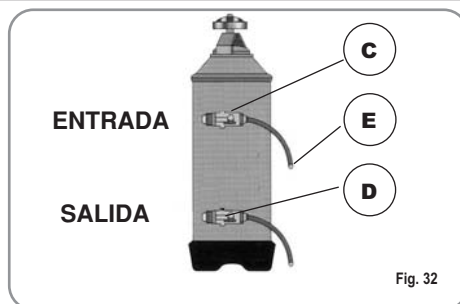

Fig. 32
- 1) Apagar la máquina y colocar un recipiente de al menos 5 litros de capacidad debajo del tubo E (Fig. 32).